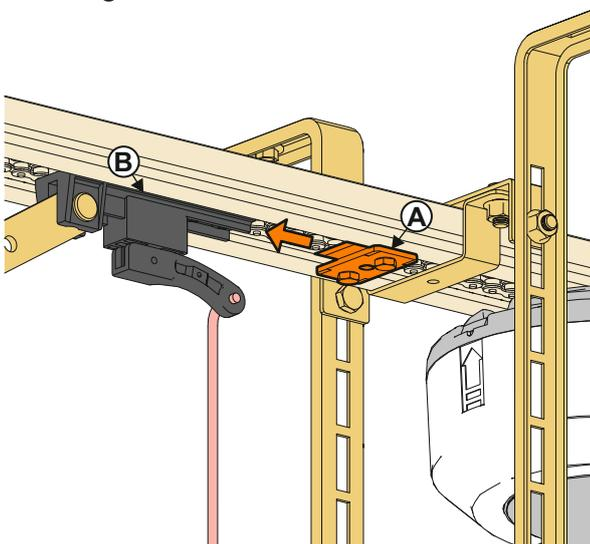
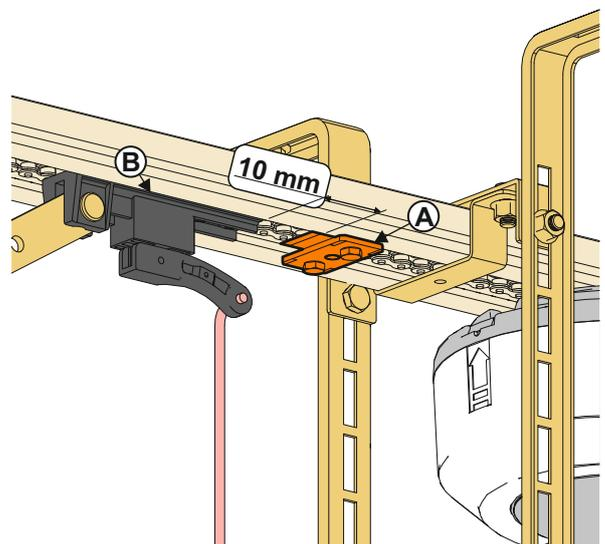

Fig 1.
Fig 2.
5.2.3- Debe de ajustar e apertar el tope mecánico (A) unos 10mm del carro de la guía del motor (B) como está en la fig. 2.
Durante la programación del final de carrera, en la posición de cierre la guía del motor **NO** deberá sufrir ninguna curvatura (fig. 2), debiéndose mantener sin ninguna deformación (fig. 1).